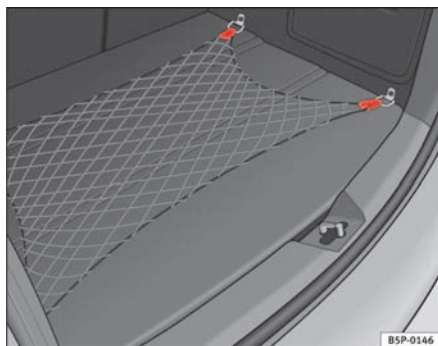

Fig. 105 Rete portaoggetti del vano bagagli
- Utilizzare gli anelli di ancoraggio che si trovano nelle parti laterali del vano bagagli, per fissare la rete portaoggetti ⇒ fig. 105.